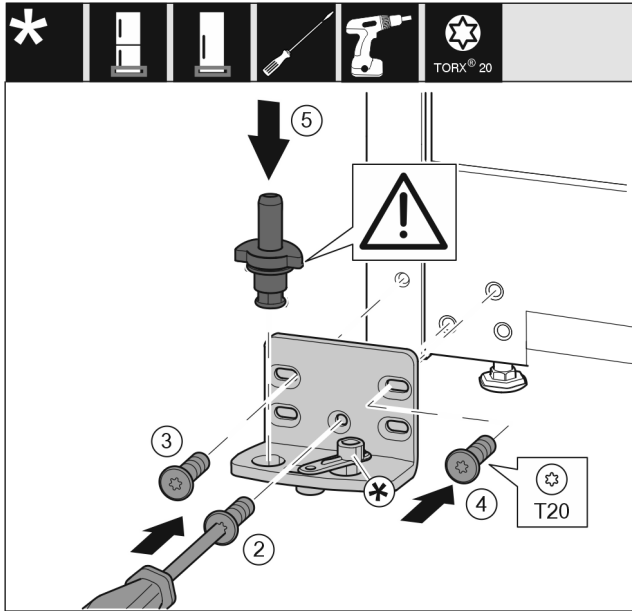

Fig. 36
- ▶ 将托架安装到另一侧，并借助 T20 螺丝刀旋紧。用螺钉 2 从底部的中心开始。 Fig. 36 (2)
- ▶ 拧紧螺钉 3 和 4。 Fig. 36 (3,4)
- ▶ 将轴承螺栓完全装入。同时注意止动凸轮需指向后方。 Fig. 36 (5)